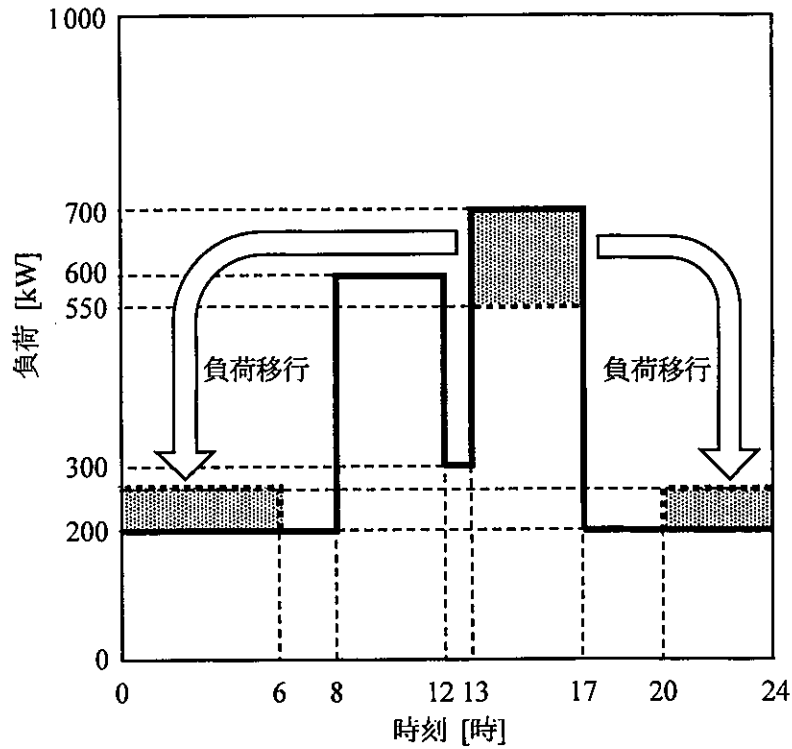

図2 日負荷曲線
(6) 図2は、ある工場の日負荷曲線を実線で表したものである。ここで、電力需要の大きい昼間の負荷を夜間に移行することにして、13時から17時までの4時間分の負荷電力のうち、網掛け部の150kW分を夜間の20時から翌日の6時までの間に各時間均等に移行した。負荷移行した時間帯の移行後の負荷曲線を点線で示す。また、負荷移行の前後で総使用電力量は変わらないものとする。